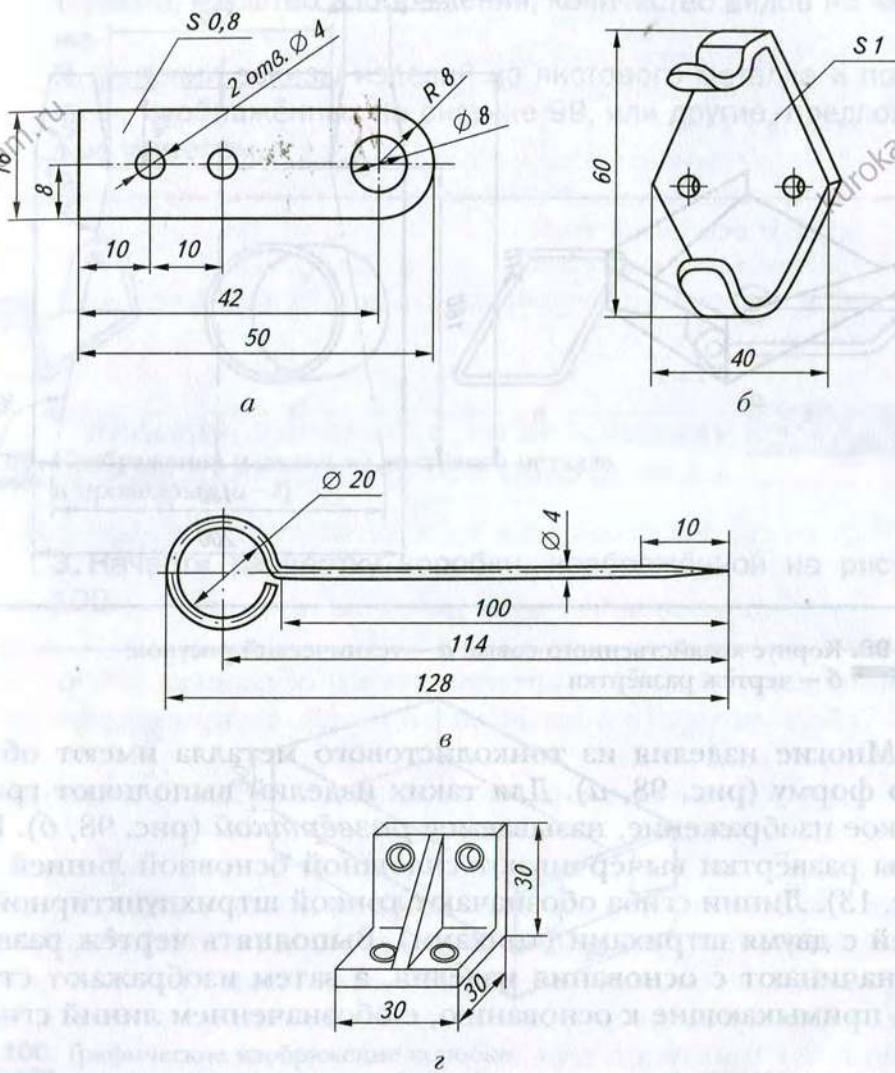

Рис. 97. Графические изображения деталей из металла и пласти массы:
Запись $R8$ на чертеже (рис. 97, а) означает: радиус закругления контура детали равен 8 мм; запись $S0,8$ — толщина детали составляет 0,8 мм. Центры отверстий показывают на чертежах штрихпунктирными линиями, пересекающимися под прямым углом (рис. 97, б).
Если деталь изготовлена из проволоки диаметром менее 2 мм, то её изображают одной сплошной основной линией. Если диаметр проволоки более 2 мм — двумя параллельными сплошными линиями (рис. 97, в).
4. По чертежу (рис. 97, *а*) выполнни технический рисунок изделия.